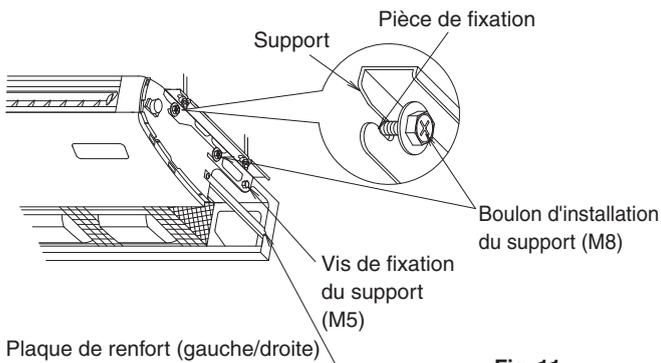

Fig. 11
- (2) Soulevez l'unité intérieure, faites-la glisser depuis l'avant et insérez le boulon (M8) d'installation du support fermement pour une suspension temporaire. (Reportez-vous à la Fig. 11)
- (3) Serrez les vis (M5) de fixation du support à 2 emplacements, qui ont été retirées, comme elles étaient auparavant. (Reportez-vous à la Fig. 11)
- (4) Serrez correctement les boulons (M8) d'installation du support à 4 emplacements. (Reportez-vous à la Fig. 11)